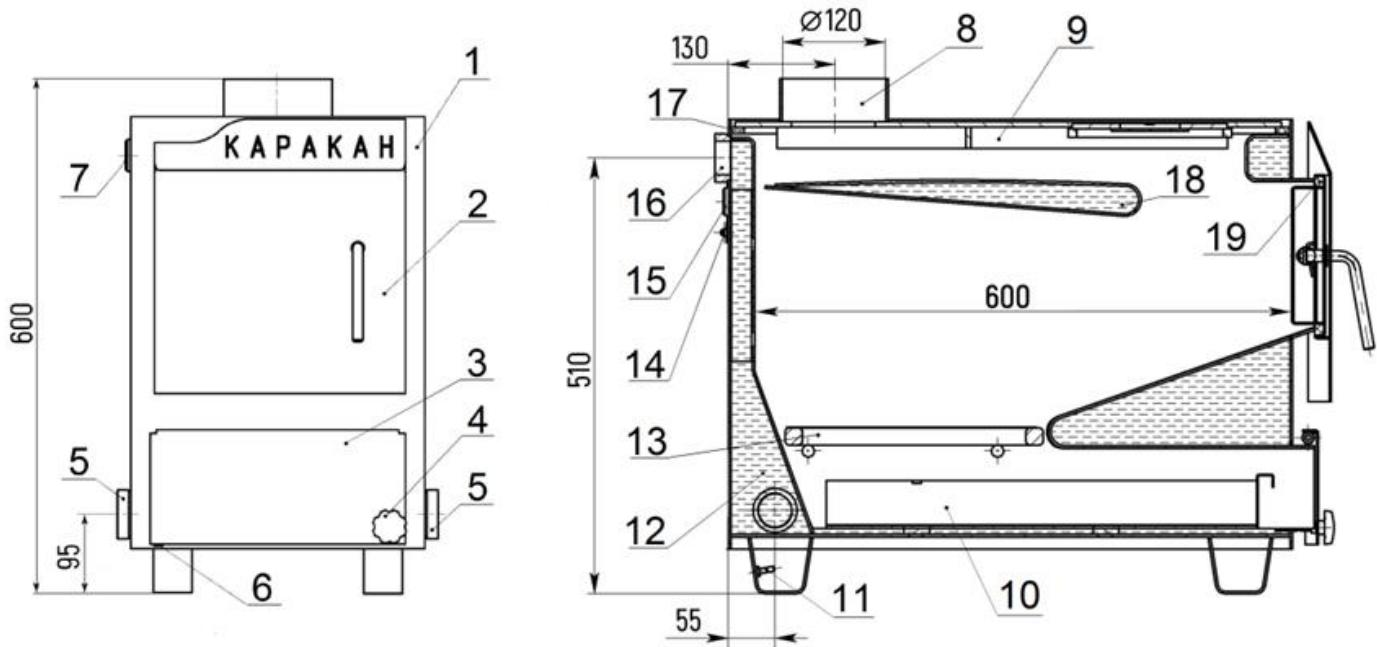

Рисунок 1. Схема котла. Базовая комплектация
- 5.7. По желанию потребителя на котел можно установить автоматический регулятор тяги (через фланец 7, *рис. 1*). Крепление для цепи автоматического регулятора тяги находится на дверце зольника. В отсутствие регулятора фланец герметизируется заглушкой G $\frac{3}{4}$ " – см. базовую комплектацию.
6.3. Система отопления должна быть оборудована предохранительным клапаном с порогом срабатывания согласно п. 5.8 настоящего паспорта. Клапан устанавливается на корпусе котла (поз. 15 на рис. 1).